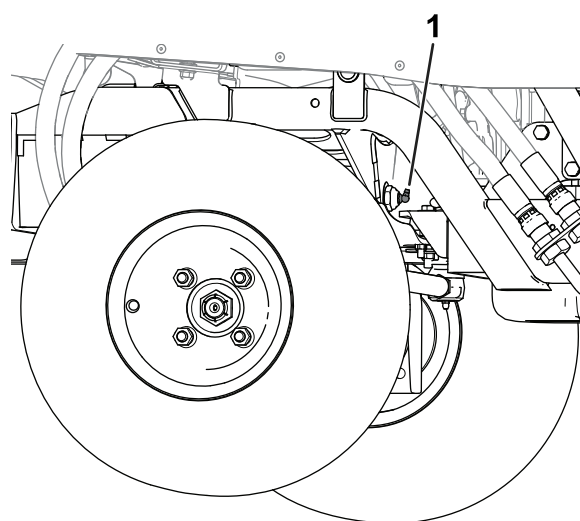

Рисунок 47
- Ось поворотного шкворня моста (Рисунок 47)